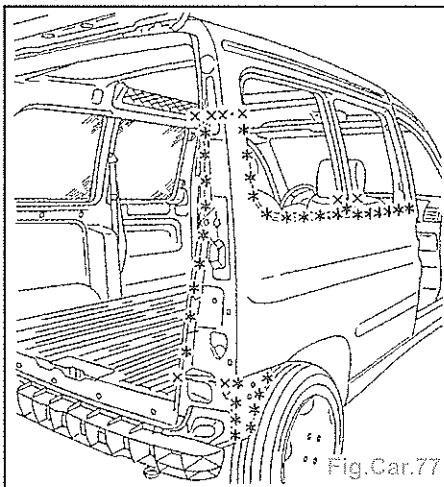

Fig.Car.77
- Tracer puis découper à l'aide d'une scie (Fig.Car.77).
- Souder par points électriques (Fig.Car. 77/78).
- Souder par points bouchons MAG (Fig. Car.77/78).
- Souder par cordon MAG (Fig.Car.77/78).